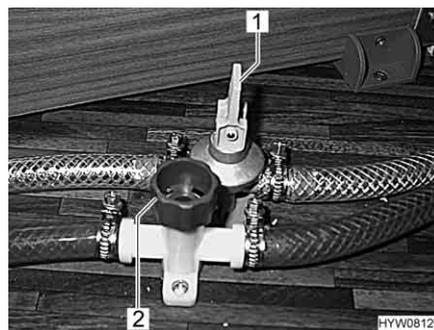

Bild 142 Ablasshähne
- Alle Ablasshähne für den Boiler schließen. Dazu den Kipphebel (Bild 142,1) waagrecht stellen bzw. die Kappe (Bild 142,2) im Uhrzeigersinn drehen.
- Alle Ablasshähne für den Boiler öffnen. Dazu den Kipphebel (Bild 142,1) senkrecht stellen bzw. die Kappe (Bild 142,2) entgegen dem Uhrzeigersinn drehen.